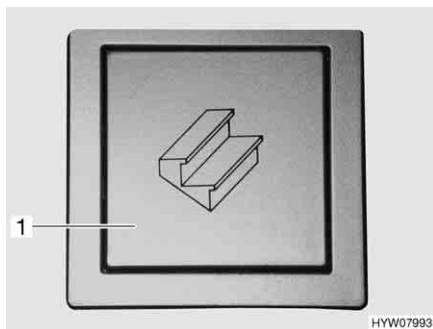
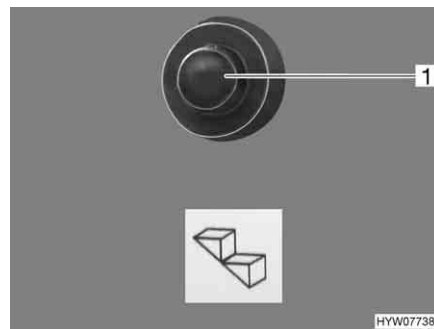

Fig. 4 Pulsante basculante dello scalino di ingresso (zona di ingresso)
Fig. 5 Pulsante a pressione dello scalino di ingresso (cruscotto)
- Premere l'interruttore a bilico (Fig. 4,1) nella zona di ingresso oppure il pulsante a pressione (Fig. 5,1) sul cruscotto nella cabina di guida.
- Premere l'interruttore a bilico (Fig. 4,1) nella zona di ingresso.